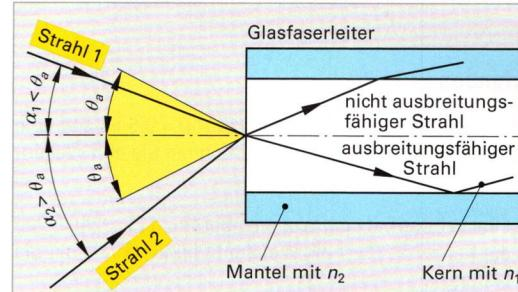

Bild 1: Akzeptanzwinkel einer Multimodefaser
- Bei einer Multimodefaser betragen der Akzeptanzwinkel  $20,5^\circ$  und die Brechzahl des Kerns 1,527 (**Bild 1**). Berechnen Sie a) die numerische Apertur, b) die Brechzahl des Mantels.